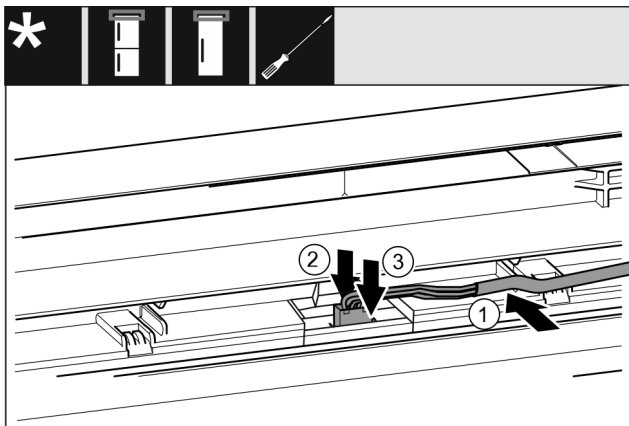

Fig. 44
- ▶ Aseta harmaa johto ylemmässä ovesa olevaan ohjaimen. Fig. 44 (1)
- ▶ Paina lukitusnokka taaksepäin. Fig. 44 (2)
- ▶ Anna pistokkeen lukittua paikoilleen. Fig. 44 (3)